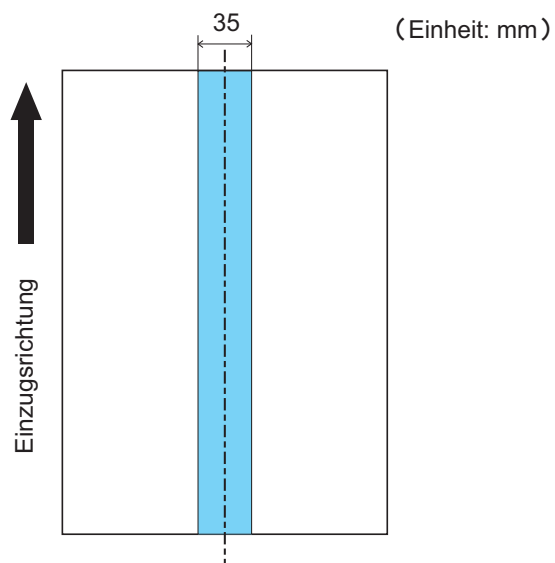

Abb.2
- Innerhalb eines Bereiches von 35 Millimeter zu beiden Seiten der Papiermittelachse sind Lochungen, Perforationen oder Ausstanzungen nicht zulässig. (Siehe Abb. 2)